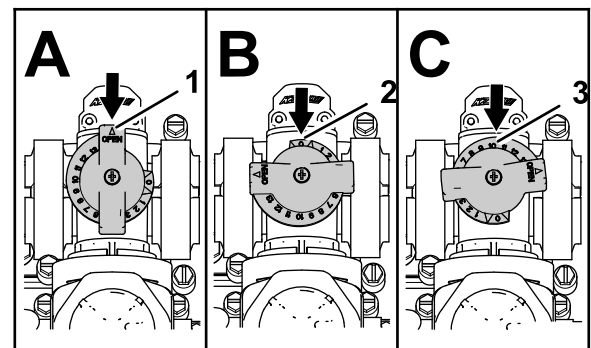

Figura 71
- A válvula de derivação da agitação está na posição totalmente Aberta, como se mostra na Figura 71 A.